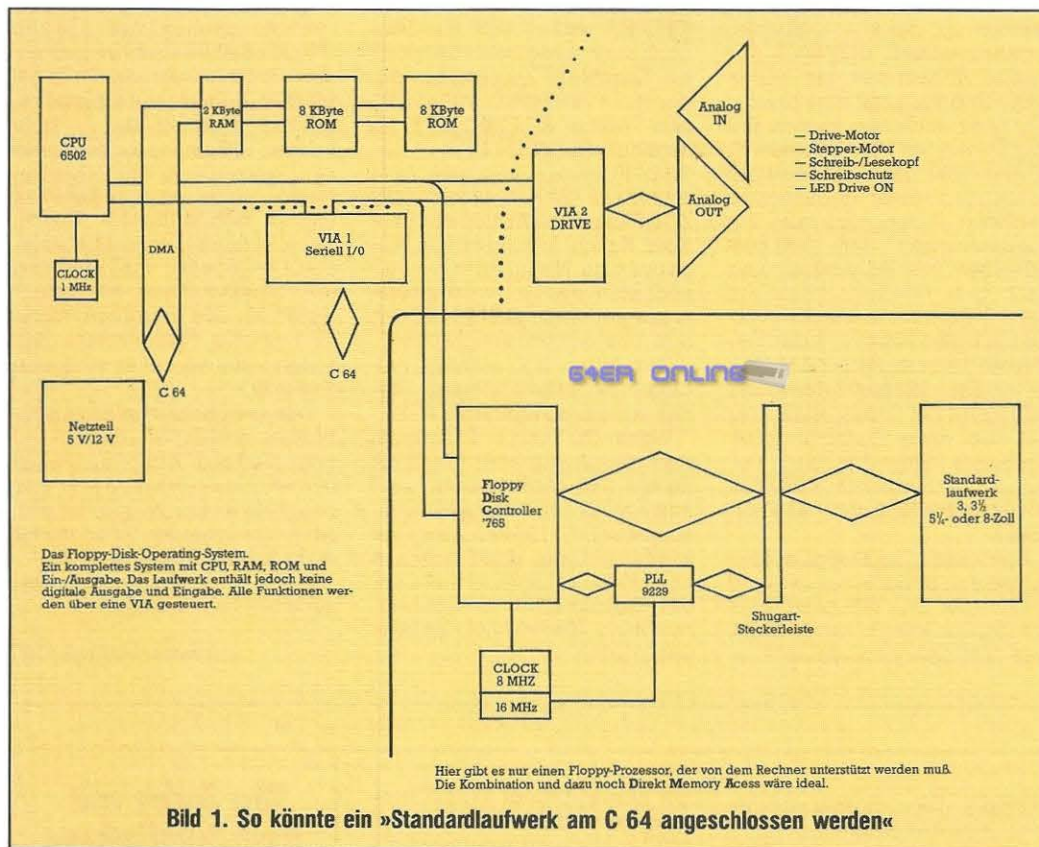

Bild 1. So könnte ein »Standardlaufwerk am C 64 angeschlossen werden«
Keine Angst — wir fangen langsam mit den Grundlagen an, um uns Stück für Stück vorzuarbeiten, bis der C 64 wie ein gläserner Computer vor uns steht. Was ist dran an der »Hintertür«, die wir im ersten Teil beschrieben haben? Was kann man damit machen? Nun, die Antwort ist relativ einfach, denn die »Hintertür« ist die einzige Möglichkeit, auf preisgünstige Weise ein beliebiges Standard-Diskettenlaufwerk mit FDC (Floppy-Disk-Controller) an den C 64 anzuschließen (Bild 1). Dazu wäre es interessant, zu wissen, wie dieser Eingang (SO) in der